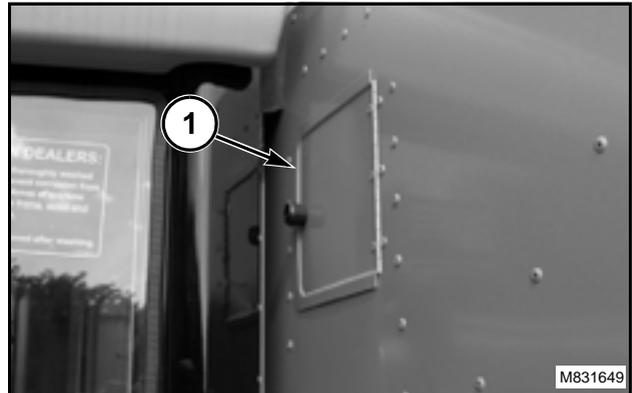

FIG. 221
FIG. 221: El grano que ingresa a la tolva por el sinfín de suministro de la tolva de granos puede deslizarse por un canal hasta la apertura en el vértice delantero izquierdo de la tolva de granos. Se puede tomar una muestra del grano para controlar la humedad a través de compuerta de acceso (1).